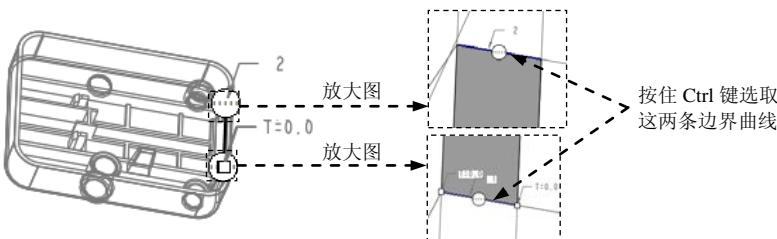

图 20.24 定义边界曲面 6
- (1) 按住 Ctrl 键, 选取合并面组 6 和边界曲面 5。
- (2) 单击 **分型面** 操控板中 **编辑** ▾ 区域的 **合并** 按钮, 此时系统弹出“合并”操控板。
- (3) 在操控板中单击 **选项** 按钮, 在“选项”界面中选中 **相交** 单选项。
- (4) 在“合并”操控板中单击 **✓** 按钮。
Step18. 创建图 20.24 所示的边界曲面 6。
- (1) 单击 **模型** 功能选项卡中的 **切口和曲面** ▾ 按钮, 在系统弹出的菜单中依次单击 **曲面** ▾ **→** **边界混合**, 系统弹出“边界混合”操控板。
- (2) 定义边界曲线。按住 Ctrl 键, 依次选取图 20.24 所示的两条边界曲线。
- (3) 在操控板中单击 **✓** 按钮, 完成边界曲面 6 的创建。